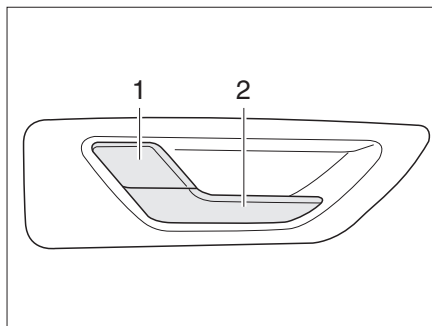

Fig. 28 Serrure du portillon arrière, intérieur
- Tirer sur la poignée (Fig. 28,2). La serrure du portillon est déverrouillée. Le levier de sécurité (Fig. 28,1) ressort automatiquement.
- Appuyer sur le levier de sécurité (Fig. 28,1).